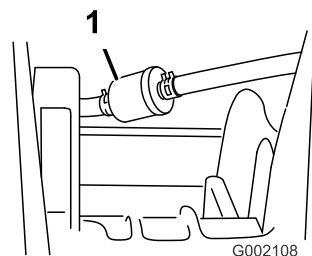

Рисунок 42
5. Снимите зажимы, крепящие топливный фильтр к топливным линиям (Рисунок 42).